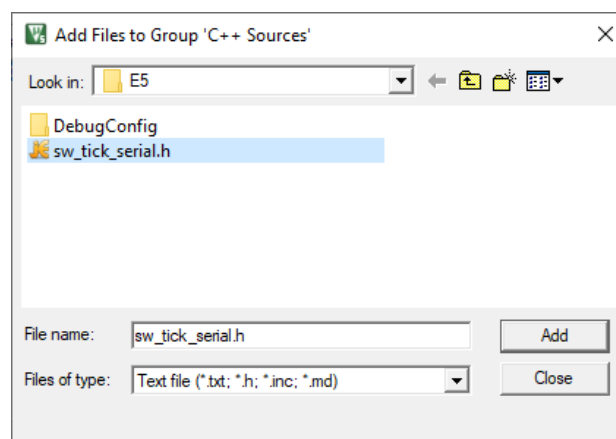

FIGURA 20: dialogo Add Files to Group.
3. Para incluir este fichero dentro del *group* C++ Sources seleccione este *group* en el cuadro del medio y pulse el boton Add Files..., se abra el dialogo de inclusion de ficheros al *group*, como se ve en la figura 20. En el campo Files of Type: seleccione Text File (*.txt; *.h; *.inc) —dado que el fichero que quiere anadirse al proyecto tiene extension .h—. Seleccione el fichero *sw_tick_serial.h* y pulse Add y luego Close. Vera como el fichero *sw_tick_serial.h* queda anadido al *group* C++ Sources.